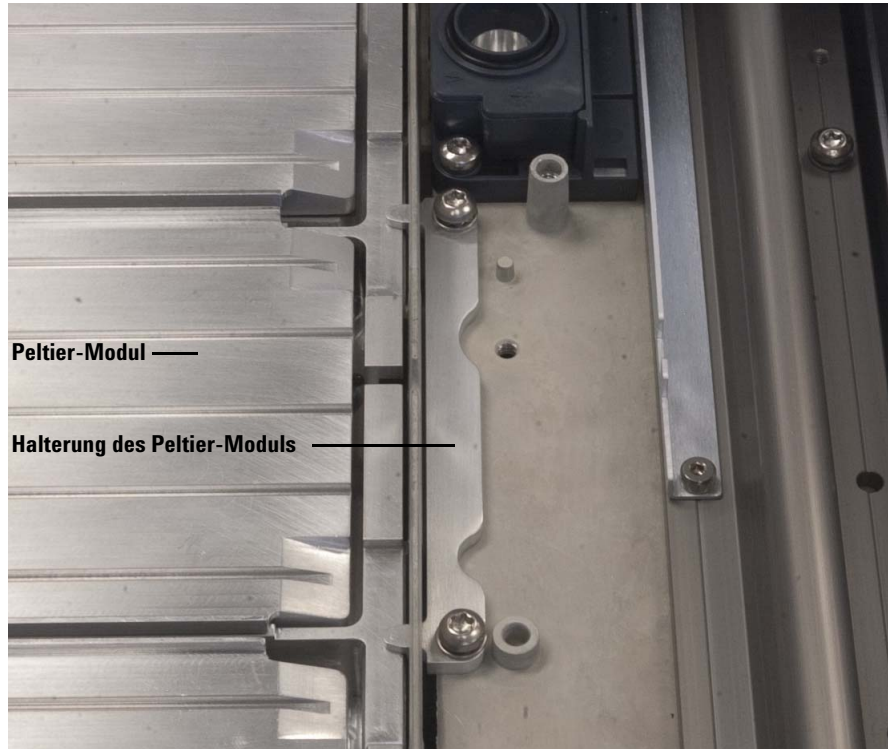

Abb. 50 Sichern von Peltier-Modul und Halterung des Peltier-Moduls
- 30** Sichern Sie mit zwei der mitgelieferten T-20-Torx-Schrauben die Halterung des Peltier-Moduls am Probenhalter (Abb. 50).